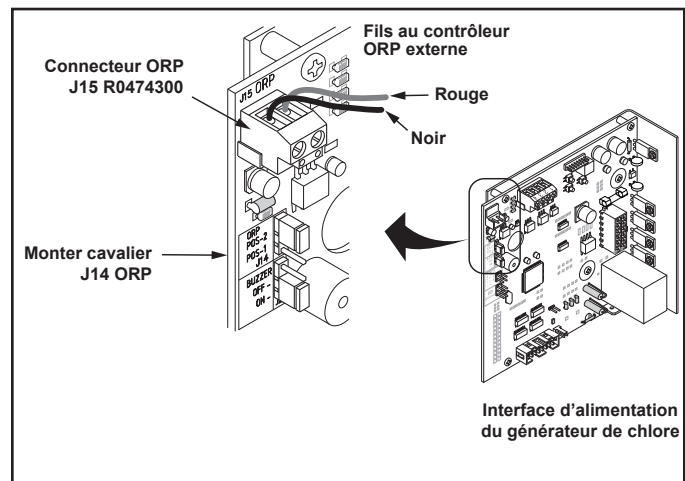

Figure 6. Connexion ORP
Pour connecter le TruDose Chemical Controller à un électrolyseur d'eau salée Jandy, il faut connecter le câble 24 V. c.a. préinstallé du TruDose Chemical Controller à la carte d'interface d'alimentation (PIB) dans le bloc d'alimentation du chlorateur d'eau salée. Le cavalier ORP sur la carte PIB du bloc d'alimentation du chlorateur d'eau salée devra être déplacé vers la position 2. Se reporter à la Figure 6 pour obtenir des instructions sur la manière de déplacer le cavalier ORP en position 2 sur le PIB du bloc d'alimentation.
2. Déplacer le cavalier ORP des deux broches du bas vers les deux broches du haut. Se reporter à la Figure 6.
3. Connecter le câble 24 V. c.c. du TruDose au connecteur J15 2 broches du centre d'alimentation PIB AquaPure. Se reporter à la Figure 6.
**REMARQUE :** Le fil noir doit être connecté à gauche et le rouge à droite. Se reporter à la Figure 6.